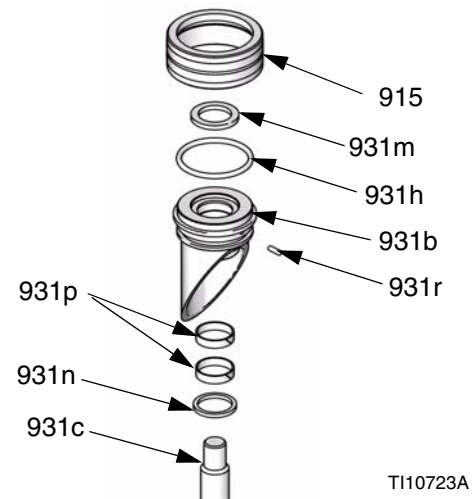

FIG. 37: Cojinete de la biela de S20
- Destornille la tapa del cilindro (915) y tire del alojamiento de la guía de la barra (931b) fuera de la biela (931c). Vea la FIG. 37.
3. Destornille la tapa del cilindro (915) y tire del alojamiento de la guía de la barra (931b) fuera de la biela (931c). Vea la FIG. 37.